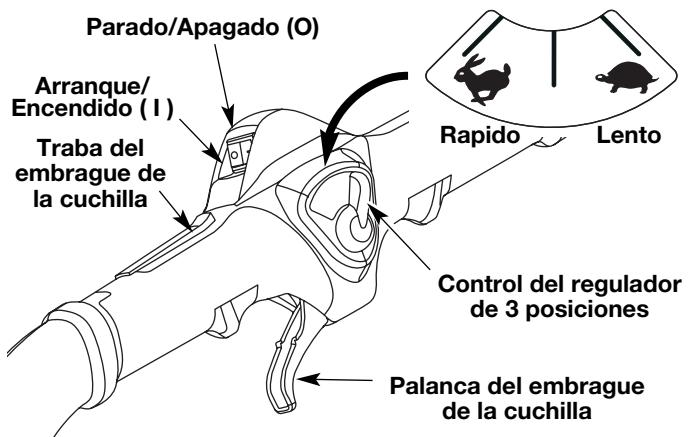
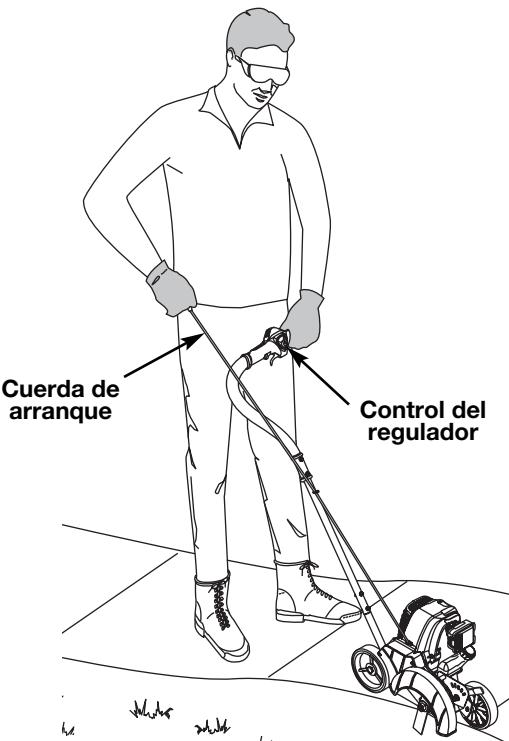

Fig. 8
Fig. 11
- NOTA:** No hay necesidad de arrancar la unidad. El control de encendido y apagado está en la posición ENCENDIDO (I) en todo momento (Fig. 8).
5. Párese en la posición de arranque (Fig. 11). Coloque la palanca del control del regulador en la posición Rápido () (Fig. 8) y tire de la cuerda de arranque fuertemente 5 veces.
2. Oprima y mantenga oprimido el Control de encendido y apagado en la posición APAGADO (O) hasta que el motor se detenga por completo (Fig. 8).